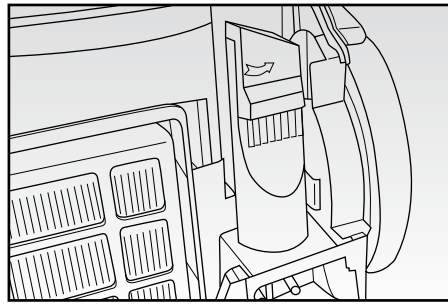

Fig. 5
- Inserire l'accessorio desiderato sul tubo telescopico. L'aspiratore fessure con spazzolino (H) è posizionato nell'apposito alloggiamento posteriore (Fig. 5).
Riporre quindi l'apparecchio, riponendo l'aspiratore fessure con spazzolino (H) nell'apposito alloggiamento posteriore (Fig. 5).